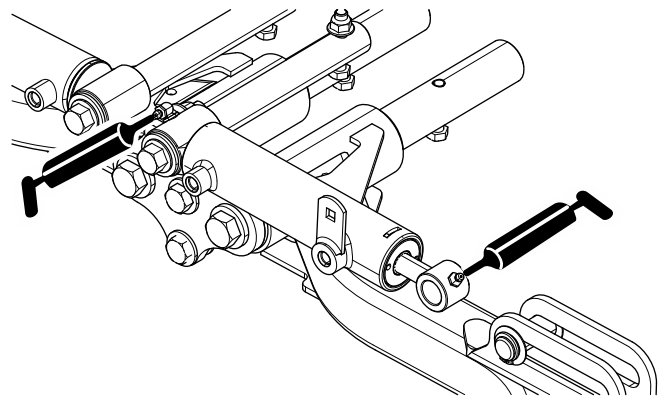

Figure 55
- Pivots de bras de levage avant et vérins de levage (3 chacun); voir Figure 55.